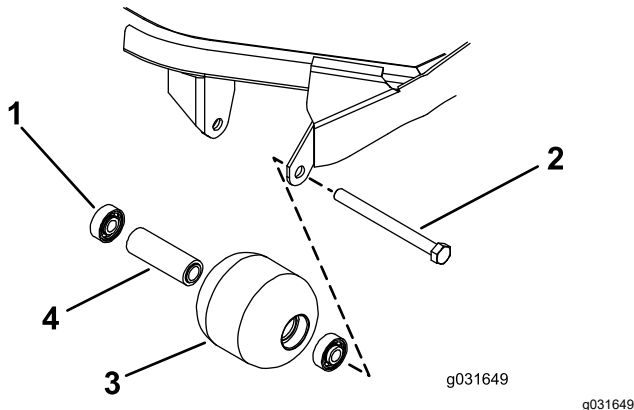

Figure 71
1. Retirez le boulon de fixation du galet (Figure 71).
4. Vérifiez l'état du logement de roulements, des roulements et de la douille d'écartement (Figure 71).
1. En exerçant une pression uniquement sur la bague extérieure ou uniformément sur les bagues intérieure et extérieure, poussez le premier roulement dans le logement du galet (Figure 71).
2. Insérez l'entretoise (Figure 71).
3. En exerçant une pression uniquement sur la bague extérieure ou uniformément sur les bagues intérieure et extérieure, poussez le second roulement dans le logement du galet jusqu'à ce qu'il rencontre l'entretoise (Figure 71).